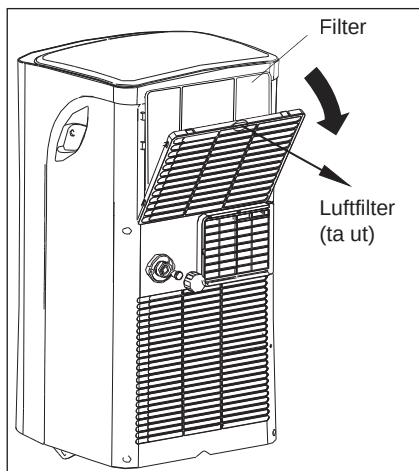

Fig. 27
- Det er et filter på baksiden av denne enheten. Ta tak i den øvre panelfliken og ta ut filteret som befinner seg bak gitteret på bakpanelet (Fig. 27).